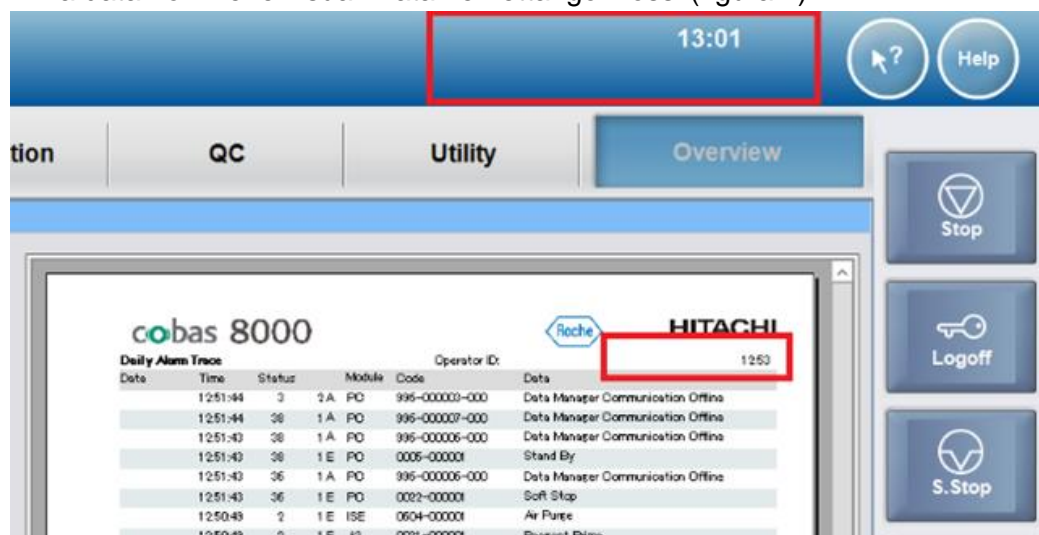

Figura 1. La data non viene visualizzata nei rettangoli rossi.
1. La data non viene visualizzata nei rettangoli rossi (figura 1).
Controllare se la data viene visualizzata nei rettangoli rossi (figura 1) prima di fare clic sul pulsante Start o, come minimo, una volta al giorno. Quando la data non viene visualizzata, significa che lo strumento in uso è interessato dalla limitazione del software.